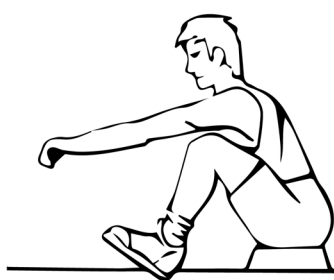

Fig. 1
2. Prenez la position de départ et penchez-vous vers l'avant, les bras tendus et les genoux pliés (fig. 1).